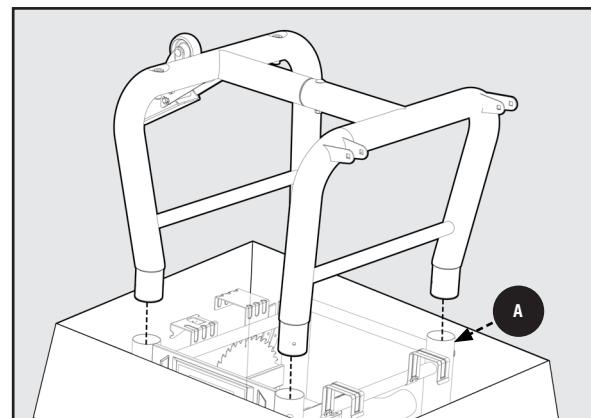

Figura 2
2. Inserte los cuatro extremos abiertos de las patas del tubo en los cuellos de las piernas **A** como se muestra. Usando una llave de 10mm, asegure cada pata con (4) tornillos y tuerca M6 x 72mm **HP4** y (4) Tuerca Nylock M6 **HP5** y apriete. Véase la Figura 2.